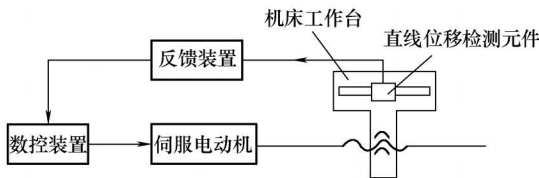

图 1-1-7 闭环控制系统框图
(3) 闭环控制系统的数控铣床 闭环控制系统的数控铣床在机床移动部件位置上直接装有直线位置检测装置，将检测到的实际位移反馈到数控装置中，与输入的原指令位移值进行比较，用比较后的差值控制移动部件作补充位移，直到差值消除时才停止，达到精度要求。图 1-1-7 所示为闭环控制系统框图。